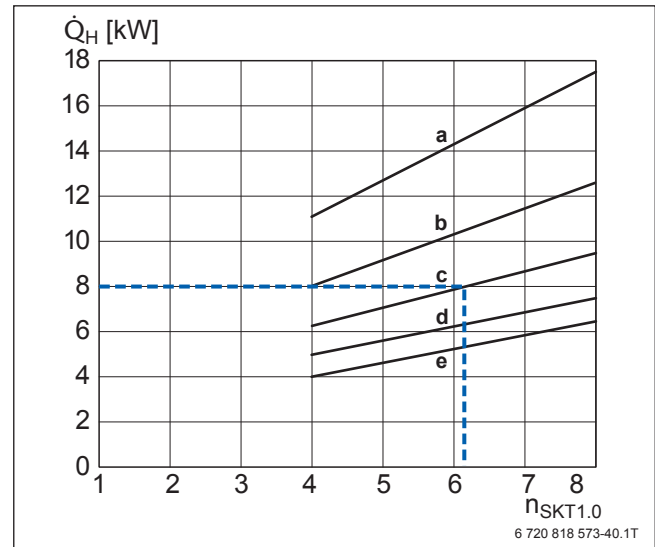
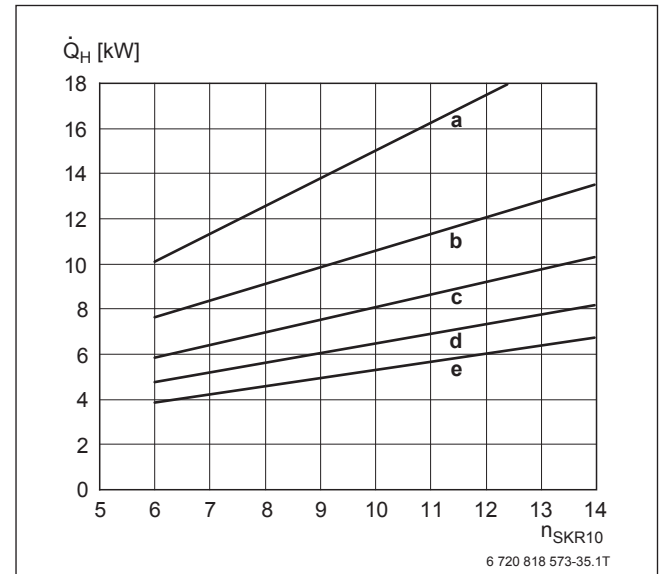

Bild 138 Diagramm zur überschlägigen Bestimmung der Kollektoranzahl Logasol SKT1.0 für Warmwasserbereitung und Heizungsunterstützung (Beispiel hervorgehoben)
Bild 140 Diagramm zur überschlägigen Bestimmung der Anzahl Logasol SKR10 CPC für Warmwasserbereitung und Heizungsunterstützung
Für die Warmwasserbereitung ist in den Diagrammen in Bild 138 ... Bild 140 der mittlere Warmwasserbedarf eines 4-Personen-Haushalts mit 50 l pro Person und Tag angenommen worden.
Die Diagramme in Bild 138 ... Bild 140 basieren auf einer Beispielrechnung mit folgenden Anlagenparametern:
- Nach Diagramm in Bild 138, Kurve c, sind 6 Hochleistungs-Flachkollektoren Logasol SKT1.0 erforderlich.